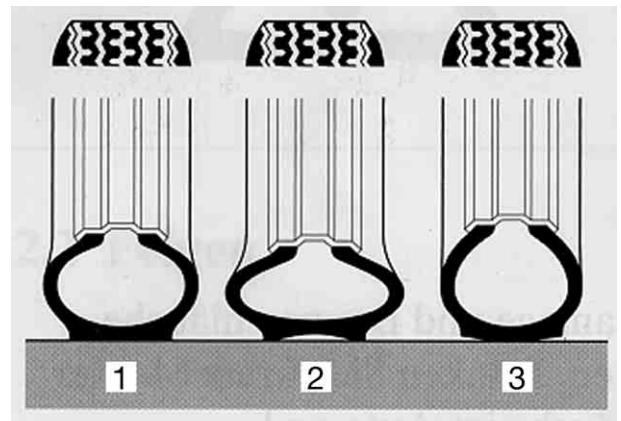

Fig. 200 Pression des pneus
- Pression correcte des pneus (Fig. 200,1)
- Pression trop faible des pneus (Fig. 200,2)
- Pression trop forte des pneus (Fig. 200,3)